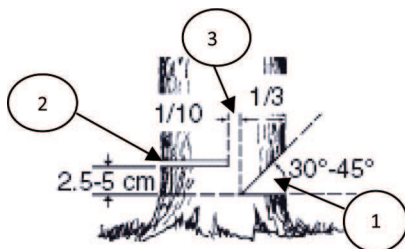

Рис.14
9. Выберите направления падения дерева, для этого следует учесть силу и направление ветра, естественный наклон дерева, равномерность распределения веток в кроне дерева. Начните пилить с той стороны дерева, куда оно должно упасть (Рис.14).